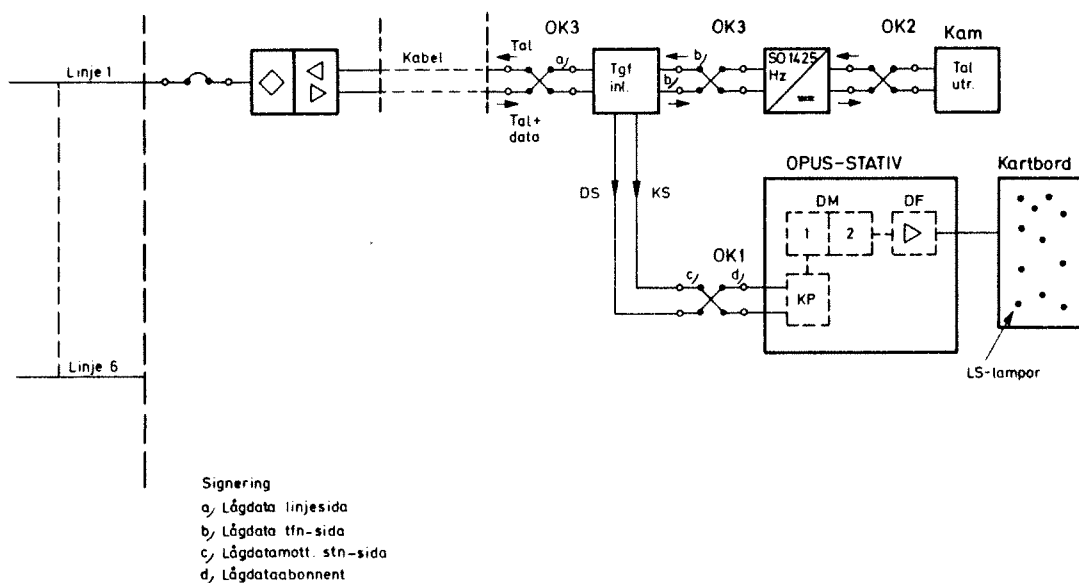

Bild 1. Luftbevakningsutrustningens uppbyggnad i lfc
3.2.5 Koppla bort inkommande taktsignaler, en i taget, för lgc 1, 2, 3, 4, 5 och 6. (Sätt en avbrottsplugg i motsvarande jack i OK1, bild 1).
3.2.6 Koppla bort inkommande datasignaler, en i taget, för lgc 1, 2, 3, 4, 5 och 6. (Sätt en avbrottsplugg i motsvarande jack i MK-OK1, bild 1).
Anslut bandspelaren till OK3 (tgf inl linjesida), bild 1.